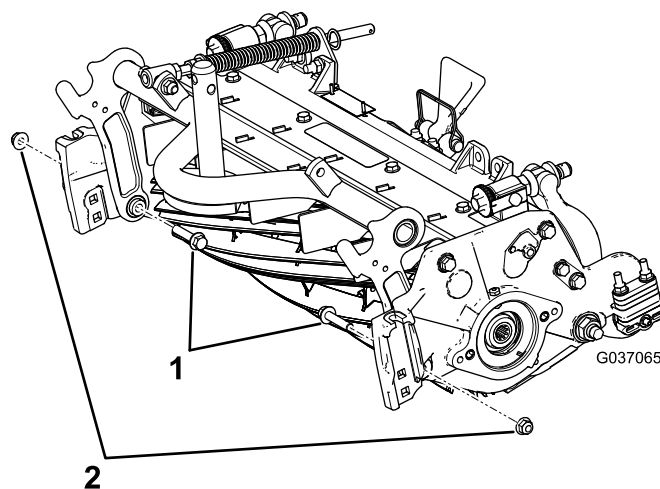

Figure 6
- B. Dévissez les 2 boulons à embase existants à l'intérieur de l'unité de coupe et fixez-les avec les contre-écrous à embase (3/8") (Figure 6).